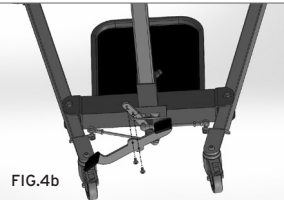

FIG.4b
- 6a. Colocar la palanca para la apertura de la base y bloquearla con los tornillos. (Fig.4b) - para mod. RI841)